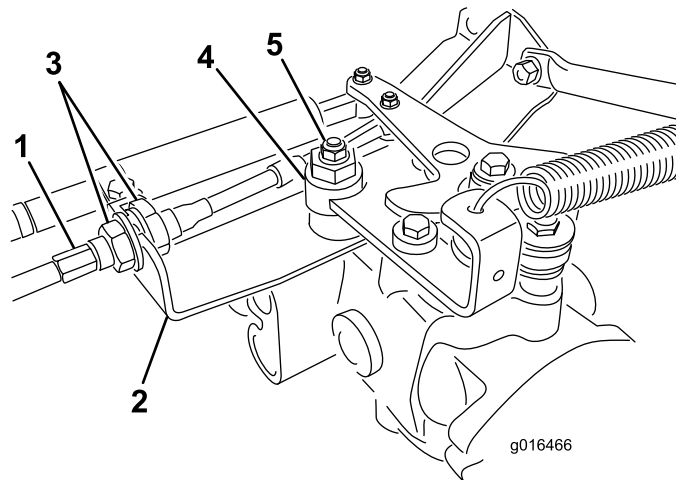

Figura 43
- A. Afloje las dos contratuercas que fijan el cable de control de tracción a la escuadra del hidrostato (Figura 43). Asegúrese de aflojar ambas contratuercas uniformemente, y lo suficiente como para permitir el ajuste.
**Nota:** Afloje la tuerca que sujeta el excéntrico a la parte superior del hidrostato (Figura 43).
- E. Cuando la rueda deje de girar, apriete la tuerca para bloquear el excéntrico y el ajuste (Figura 43).
- G. Desde cada lado de la escuadra, apriete las contratuercas uniformemente, fijando el cable de tracción a la escuadra (Figura 43). No tuerza el cable.